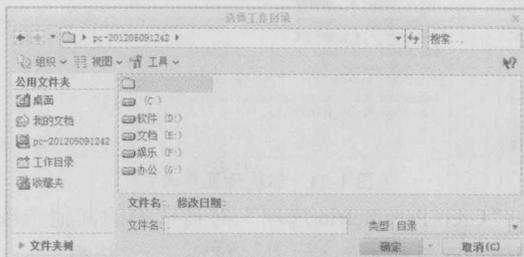

图 1-33 “选择工作目录”对话框
2. 单击  (选择工作目录) 按钮，打开如图 1-33 所示的“选择工作目录”对话框。